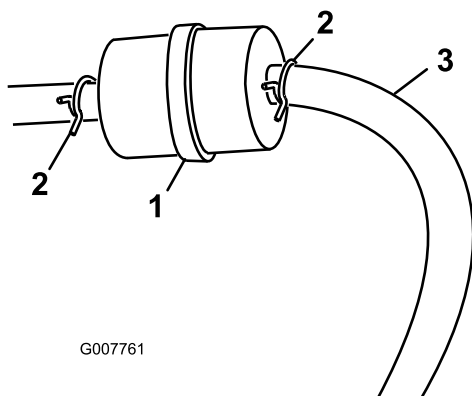

Figura 30
3. Premete le estremità delle fascette stringitubo ed allontanatele dal filtro (Figura 30).
5. Montate un nuovo filtro ed avvicinate le fascette stringitubo al filtro (Figura 30).
3. Allentate la fascetta stringitubo e spostatela in alto sul tubo del carburante, lontano dal filtro del carburante (Figura 30).
4. Scollegate il tubo del carburante dal filtro del carburante (Figura 30).
Nota: Lasciate spurgare la benzina in una tanica apposita o in una bacinella (Figura 30).
5. Collegate il tubo del carburante al filtro del carburante. Infilate la fascetta vicino al filtro del carburante, per fissare il tubo del carburante (Figura 30).